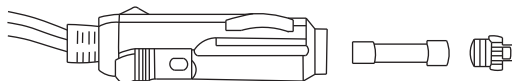

Рис.6
4. **Замена предохранителя:** Развинтите штекер подключения в прикуриватель, извлеките старый предохранитель далее замените на новый. - (рис.6). Всегда используйте рекомендованный предохранитель 8 А. Использование любого другого может повредить проводку вашего автомобиля либо мини-мойку.